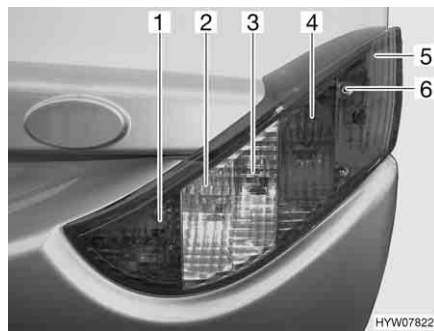

Fig. 239 Luci posteriori (lato anteriore)
- Svitare le tre viti ad esagono cavo (Fig. 239,6).